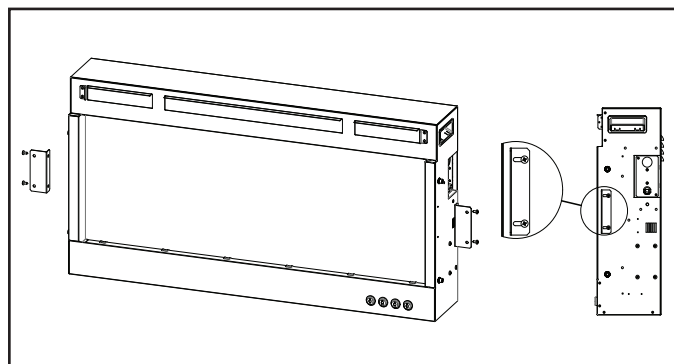
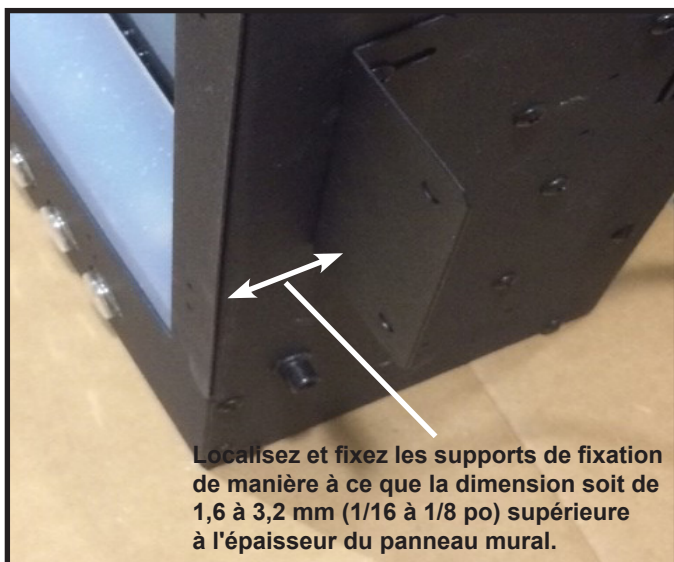

Figure 4.3 Fixation des supports de fixation pour montage encastré
Figure 4.4 Ajustement de l'emplacement des supports
2. Vérifiez que les supports de fixation sont bien fixés à l'appareil à l'aide de quatre (4) vis et rondelles ST4X10. Voir la figure 4.3. Les trous de fixation des supports dans l'appareil sont fendus pour permettre l'ajustement de l'épaisseur du panneau mural et/ou de tout matériau de finition jusqu'à 15,9 mm (5/8 po). Il peut s'avérer nécessaire de tester l'ajustement de l'appareil et de régler l'emplacement des supports sur l'appareil de sorte que la face avant de l'unité dépasse de 1,6 à 3,2 mm (1/16 à 1/8 po) de la face extérieure du mur fini. Voir les figures 4.4 et 4.5.